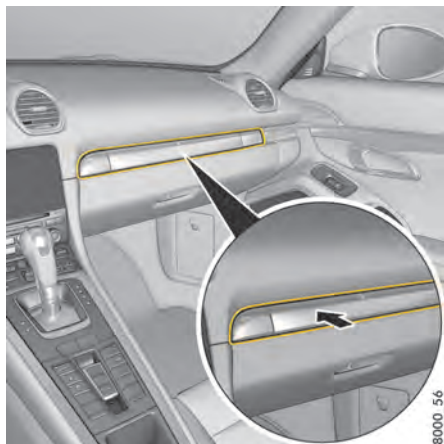

Fig 176 : Porte-gobelet
1. Appuyez sur le cache (Fig. 176).